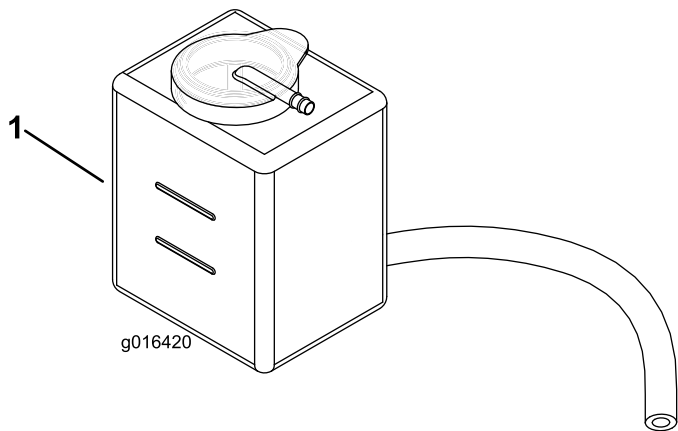

Рисунок 25
2. Проверьте уровень охлаждающей жидкости (Рисунок 25). При холодном двигателе уровень охлаждающей жидкости должен находиться между линиями на расширительном бачке.